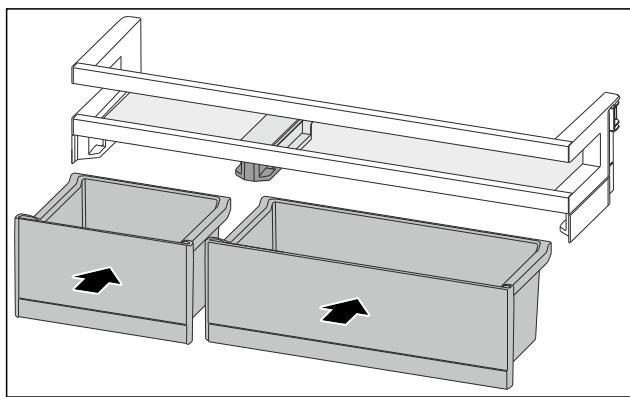

Fig. 95
- ▶ Installer les VarioBoxs dans l'agencement inverse. (voir Fig. 95)